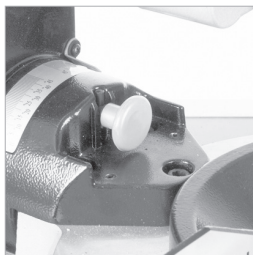

Fig. 35
- Retirez la goupille d'accès au biseau droit et tournez-la sur ¼ de tour pour la maintenir en position libre. (**Fig. 35**)